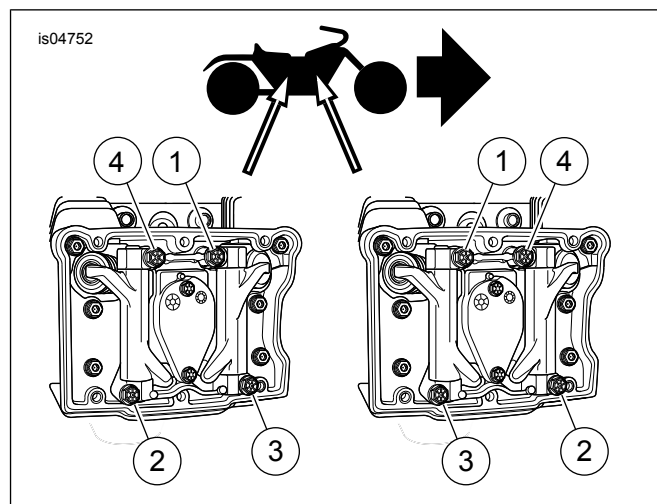

Figura 4. Afrouxamento dos quatro parafusos do balancim 1/4 de volta na seqüência mostrada
- Pare de girar o motor quando o fluxo de ar através do furo da vela de ignição se interromper. Dirija o feixe de luz de uma pequena lanterna no furo da vela de ignição para verificar se o pistão está no PMS. As válvulas de admissão e escape agora estão fechadas e as varetas de compressão (17) estão na posição descarregada (e deverão girar livremente).
6. Remova os dois parafusos do respiro (4) para liberar o conjunto do respiro (5 ou 6) da placa de suporte do balancim (12). Consulte a seção SERVIÇO E REPARO DO SUBCONJUNTO, CONJUNTO DO RESPIRO no Manual de serviço.
7. Alternadamente, afrouxe os quatro parafusos da placa de suporte do balancim (7) **apenas 1/4 de volta**, seguindo a seqüência mostrada na Figura 4. Continue girando os parafusos com incrementos de 1/4 de volta, seguindo a mesma seqüência de alternância até que os parafusos fiquem soltos.